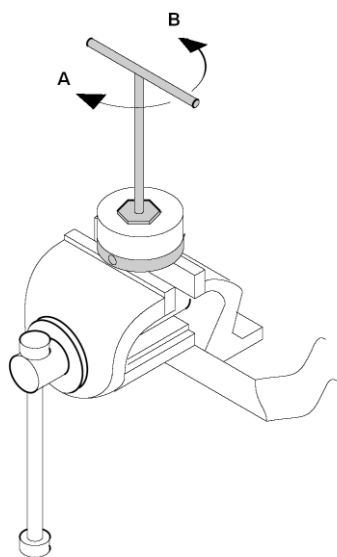

Fig. 36
2. Démontez l'abrasif du porte-meule, en s'aidant d'un étau et la clef hexagonale de 55 mm fournie avec la machine (Fig. 36).